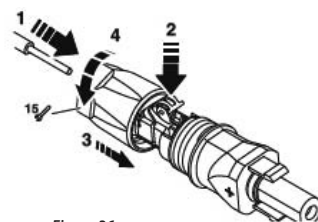

Figura 36
3 Scollegare il connettore (figura 36)
- 1 Inserire il cacciavite come mostrato in Figura 36.